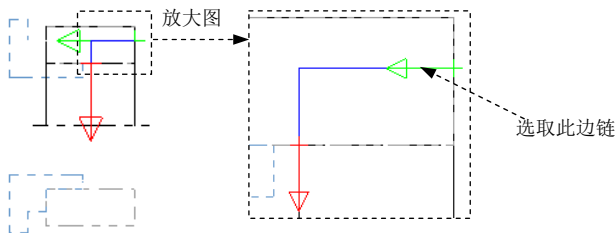

图 13.9.3 定义加工轮廓
Step2. 定义加工轮廓。在图形区中依次选择图 13.9.3 所示的轮廓,然后单击  按钮,